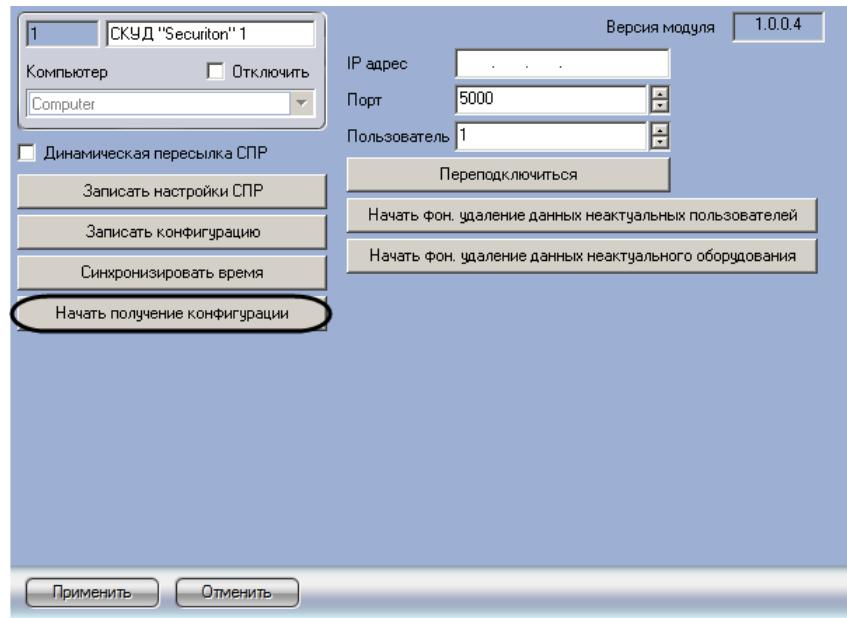

Рис. 3.3—1 Получение конфигурации
1. Перейти на панель настроек объекта СКУД “Securiton” (Рис. 3.3—1).
2. Нажать на кнопку **Начать получение конфигурации** (см. Рис. 3.3—1).